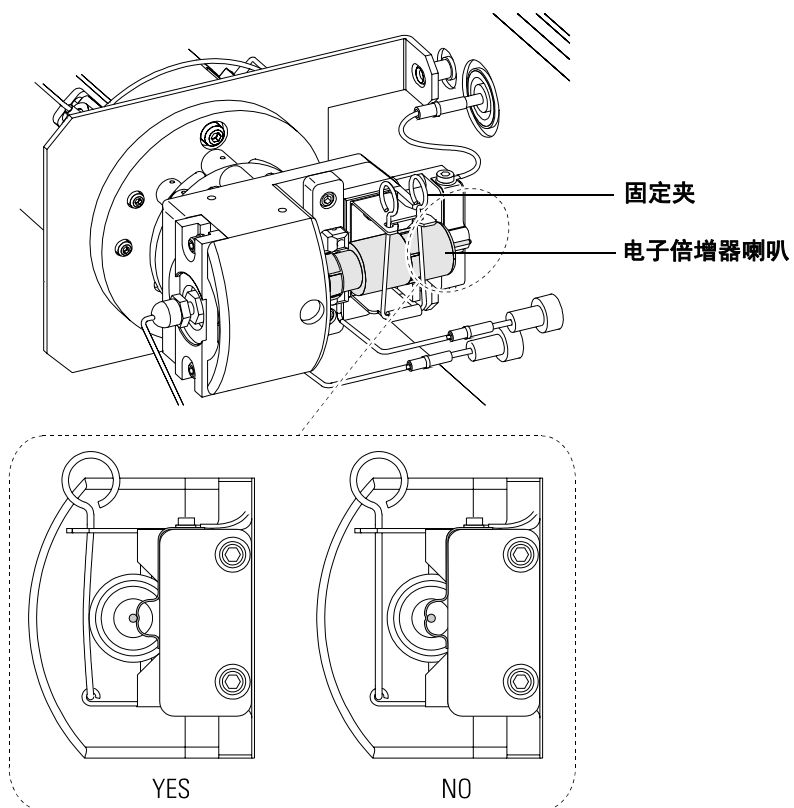

图 42 更换电子倍增器的喇叭
- 3 打开固定夹（图 42）。将固定夹的两臂捏在一起然后向下转动固定夹。